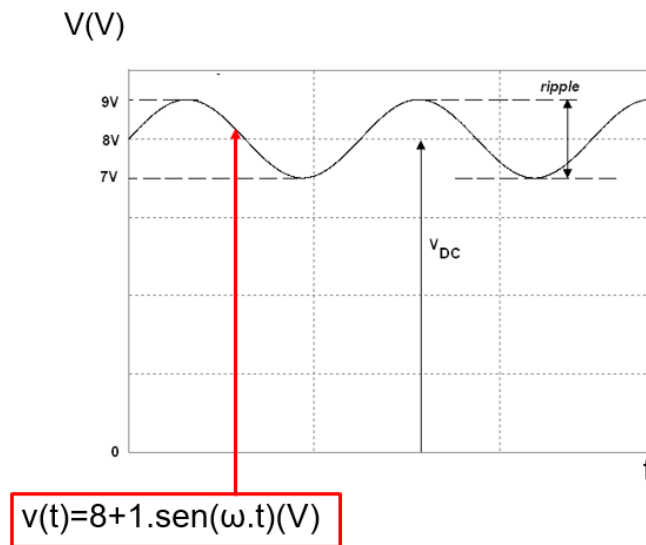

Figura 2.2 – Forma de onda da tensão $v(t)=8 + 1.\text{sen}(\omega.t)$ (V).
Exemplo: Seja a tensão $v(t)=8 + 1.\text{sen}(\omega.t)$ (V) cuja representação é dada na Figura 2.2
Usando a definição de fator de ripple, o valor desse parametro para a tensão da Figura 2.2 é: